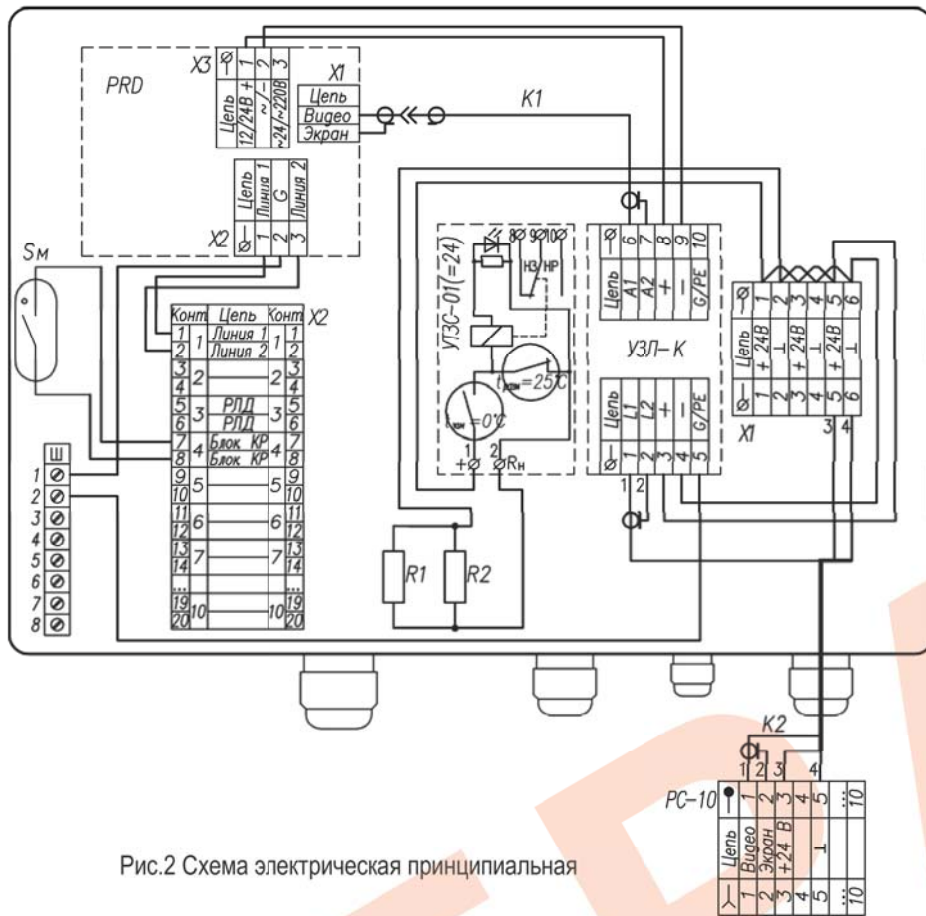
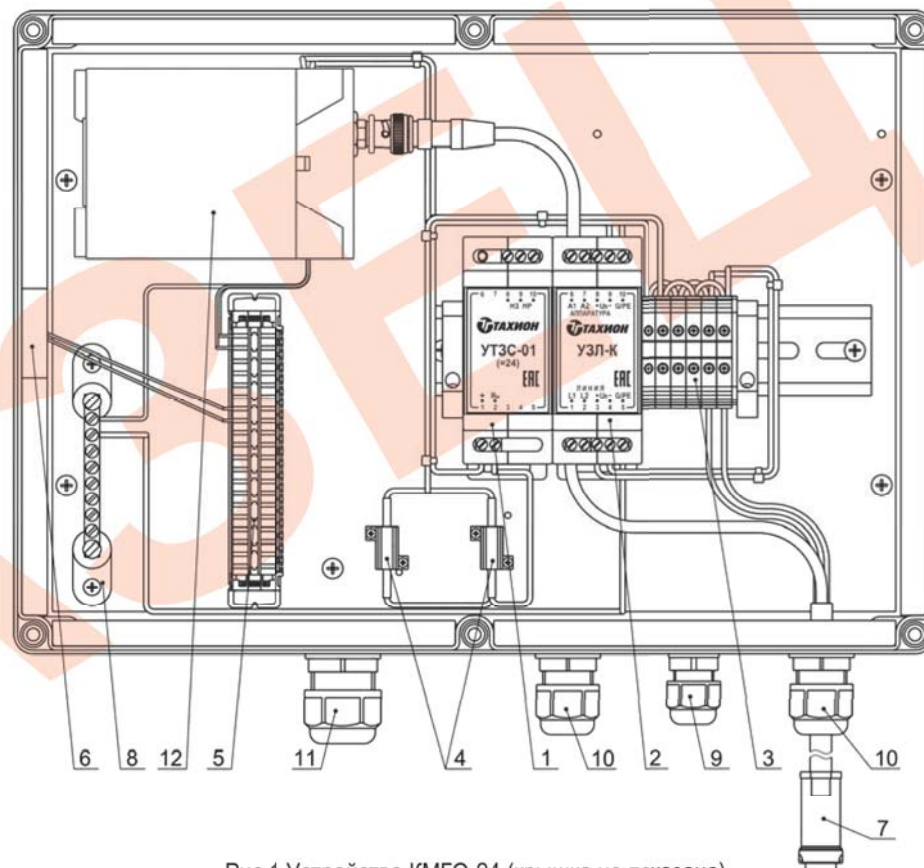

Рис.2 Схема электрическая принципиальная
Рис.1 Устройство КМГО-24 (крышка не показана)
В состав изделия входят (см. рис.1 и рис.2):
Подключение цепей изделия производится в соответствии со схемой электрической принципиальной рис.2. Для подключения необходимо:
1. Заземлить любой свободный контакт нулевой шины Ш (поз.8 рис.1).
4. Подключить магнитоконтактный извещатель Sm (поз.6 рис.1) к внешнему устройству сигнализации через контакты 7 и 8 (4-я пара) планты X2.
5. Розетку PC-10 (поз.7 рис.1) подключить к вилке PCГ-10, установленной на гермобоксе телекамеры.